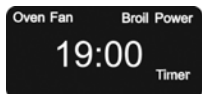

Fig. 6
3. Presione el botón "Timer/Temp" para el tiempo. Presione las flechas hacia arriba o hacia abajo. Cada vez que presione el botón, la indicación avanzará en incrementos de 1 minuto. Seleccione 15 minutos para precalentar. Si mantiene presionados botones de aumentar o disminuir, los incrementos cambiarán rápidamente. Presione el botón de arranque (Start). (Fig. 6)